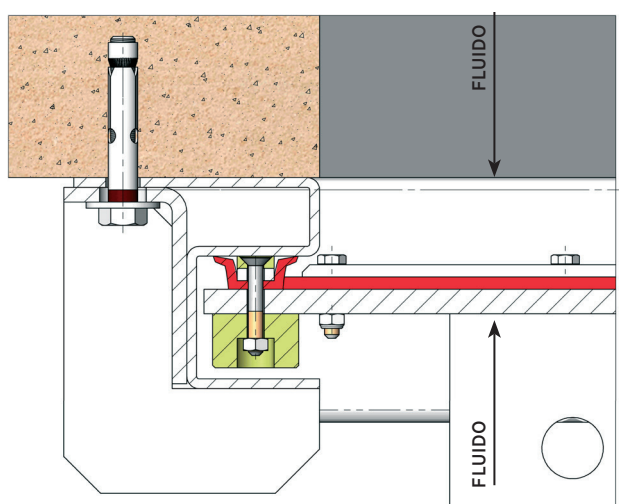

Fig. 9
**BIDIRECCIONAL: (fig. 9 e 10)**